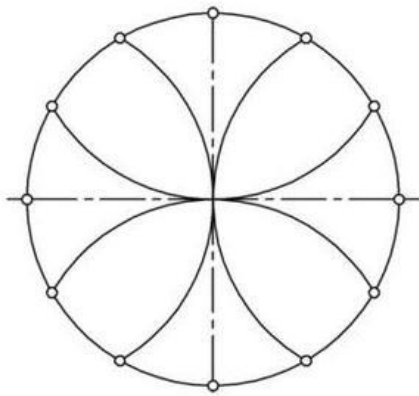

Рис. 21
*Деление на двенадцать частей (рис. 21).*